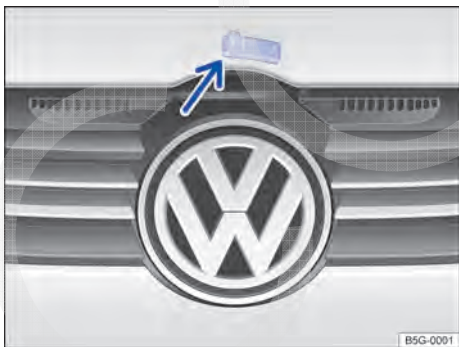

Fig. 224 Alavanca de destravamento para abrir a tampa do compartimento do motor na grade do radiador.
- Erguer tampa do compartimento do motor pela alavanca de destravamento → Fig. 224 (seta) e abrir totalmente. A tampa do compartimento do motor é suportada pelo amortecedor a gás.